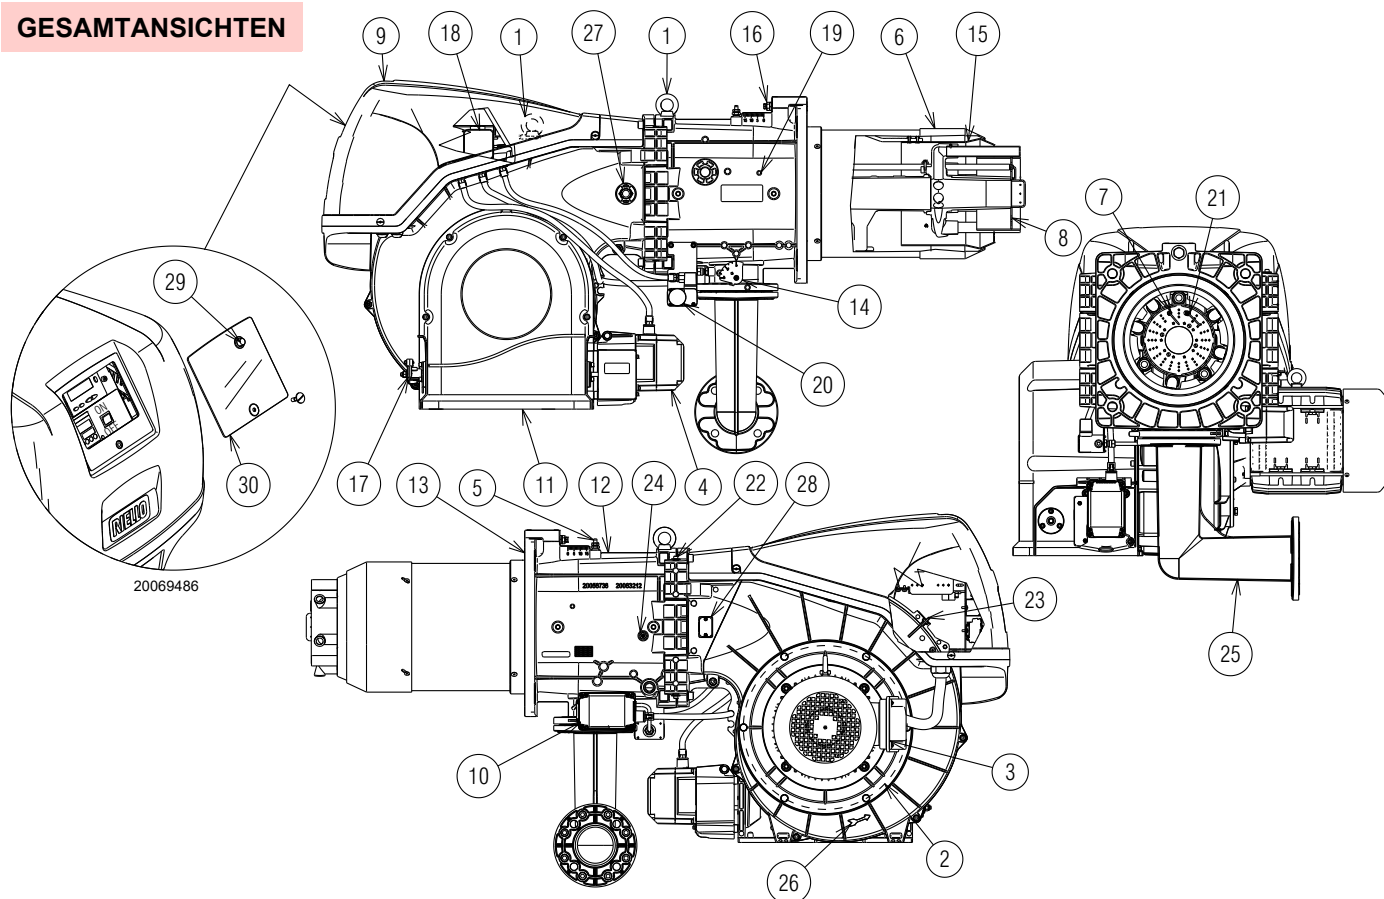

Abb. 4
- (1) Referenzbedingungen: Raumtemperatur 20°C - Gastemperatur 15°C - Barometrischer Druck 1013 mbar - Höhe 0 m ü.d.M.
(2) Druck am Anschluss des Druckwächters 5)(Abb. 4 auf Seite 12) bei Druck Null in der Brennkammer und bei Höchstleistung des Brenners.
(3) Schalldruck gemessen im Verbrennungslabor des Herstellers bei laufendem Brenner am Prüfkessel, bei Höchstleistung. Die Schalleistung wird mit der von der Norm EN 15036 vorgesehenen "Free Field" Methode und mit einer Messgenauigkeit "Accuracy: Category 3", wie von der Norm EN ISO 3746 vorgesehen, gemessen.